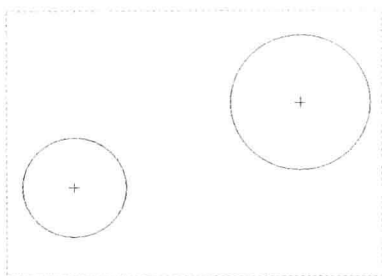

图 2-26 图形文件
Step 01 按【Ctrl+O】组合键，打开图形文件，如图 2-26 所示。